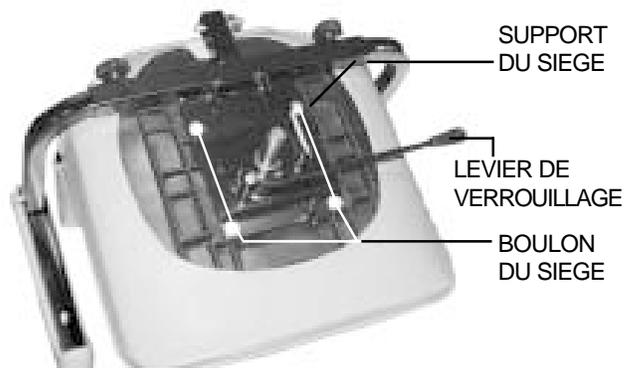

Figure 13. Réglage Avant/Arrière
Vous pouvez repositionner le siège vers l'avant ou vers l'arrière (3 positions) par rapport à la distance du guidon. Voir la figure 13.
2. Retirez les quatre boulons qui attachent le siège au support. Voir la figure 13.